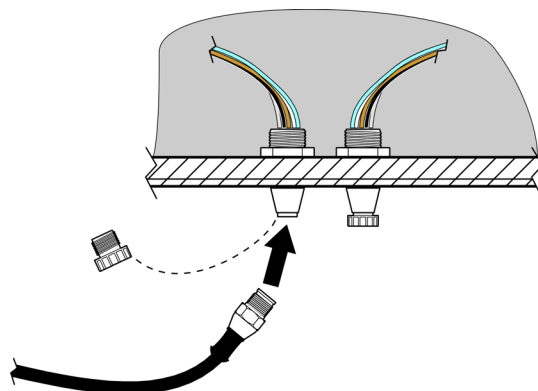

Figura 6 Atașarea senzorului la controler cu ajutorul fittingului cu conectare rapidă
- Deșurubați capacul protector de pe mufa controlerului (Figura 6). Păstrați capacul protector pentru a etanșa deschiderea, în cazul în care este necesară demontarea ulterioară a senzorului.